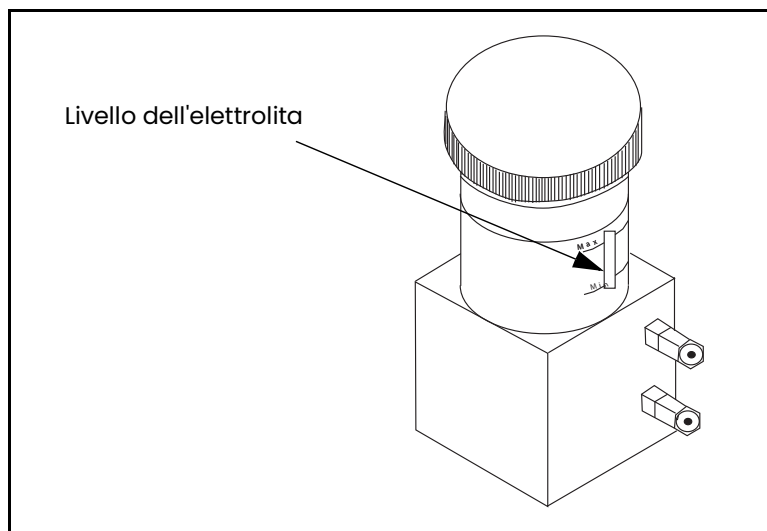

Figura 7: Livello dell'elettrolita nella cella ad ossigeno Delta F
La cella ad ossigeno Delta F è disponibile con diversi tipi di involucri di montaggio. Tuttavia la cella ha sempre l'aspetto mostrato nella *Figura 7*.
3. Controllare il livello dell'elettrolita mediante la spia di ispezione del livello min/max della cella ad ossigeno. L'elettrolita deve coprire circa il 60% della spia (*Figura 7 a pagina 12*). La cella è ora pronta per essere collegata alla linea del gas.